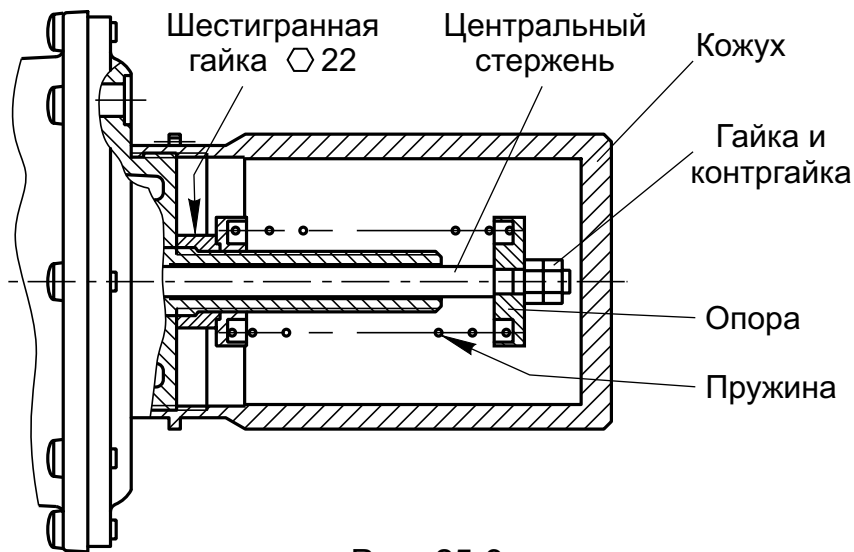

Рис. 25-3
**Настройка срабатывания клапана (рис. 25-3).**
**Замена пружины (рис. 25-3)** должна производиться в следующем порядке: